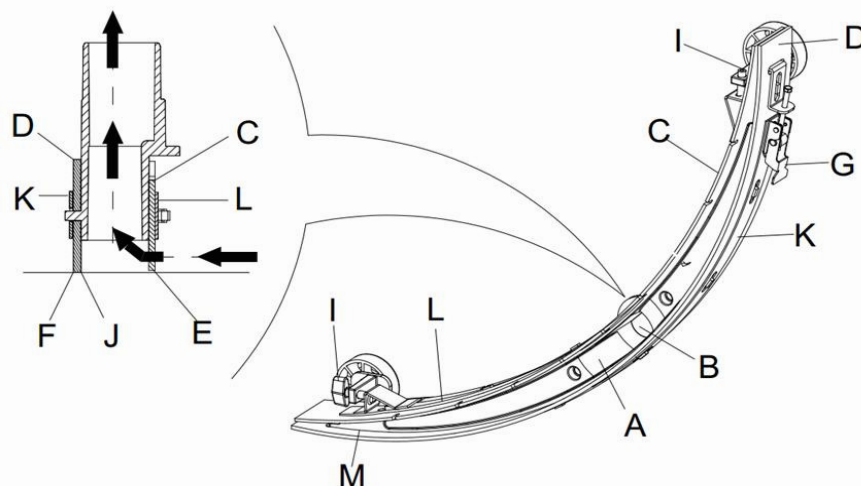

Figura 15
- Apăsăți comutatorul (41) la poziția "O" și opriți mașina.
- Deșurubați mânerul fix (16) al mopului, decuplați conectorul ce leagă tubul de aspirare de mop și scoateți mopul.
- Cu ajutorul mânerului mopului (14) ridicați mopul pe cadrul suport.
- Curățați mopul (**Figura 15**). Curățați în mod special canelura (**A, Figura 15**) și murdăria și așchiile din tubul de aspirare. Verificați dacă partea din față a tălpii mopului (C) și partea din spate (D) sunt fisurate și dacă marginile sunt crăpate. Schimbați-le dacă este necesar (vedeți pașii din următoarea secțiune).
- Aplicați operațiunile de curățare a mopului descrise în secțiunea anterioară (**Figura 15**)
- Verificați marginea (**E, Figura 15**) tălpii din față a mopului (F) și marginea tălpii din spate (D). Pe toată lungimea, acestea trebuie să fie la același nivel. În caz contrar, ajustați-le înălțimea aplicând următoarea procedură.
- Desfaceți clema (G) pentru a separa talpa mopului (D) de cadrul (M) pentru ajustarea poziției mopului. După reglare, fixați clema din nou.
- Deșurubați șurubul de pe mânerul (I) pentru a ajusta talpa din față a mopului (C); după ajustare strângeți șurubul de pe mâner.
- Verificați dacă talpa din față a mopului (C) și talpa din spate (D) este intactă și dacă sunt fisuri sau marginile sunt crăpate. Dacă e necesar, verificați-le în felul următor. Verificați marginea din față a tălpii din spate a mopului (J) pentru a vedea dacă e uzată. În caz de uzură, se poate instala cu partea de jos în sus (marginea de sus trebuie să fie intactă). Dacă și marginea de sus este uzată, schimbați-o conform procedurii de mai jos:
- Desfaceți clema (G) ca să separați talpa de cadrul (M), scoateți clema de prindere (K), și apoi schimbați sau inversați talpa din spate a mopului (D) cu susul în jos. Reinstalați talpa mopului efectuând operațiunile în ordine inversă.
- Deșurubați șurubul de pe mâner (I) și scoateți clema de prindere (L), apoi schimbați mopul din față (C).